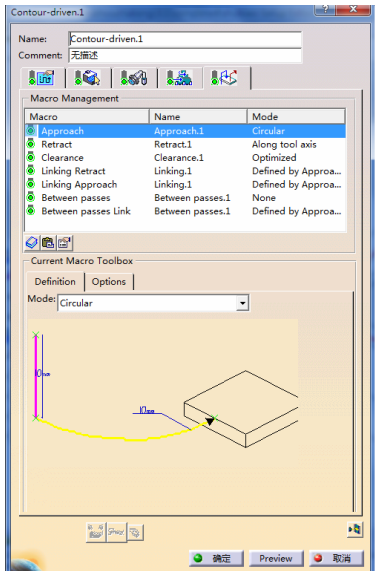

图 3-59 设置“Approach”参数 (2)
- 在“Macro Management”区域的列表框中选择“Approach”, 单击鼠标右键, 在弹出的快捷菜单中选择 Activate 命令, 在“mode”下拉列表中选择“Circular”, 设置“Approach”参数 (2), 如图 3-59 所示。